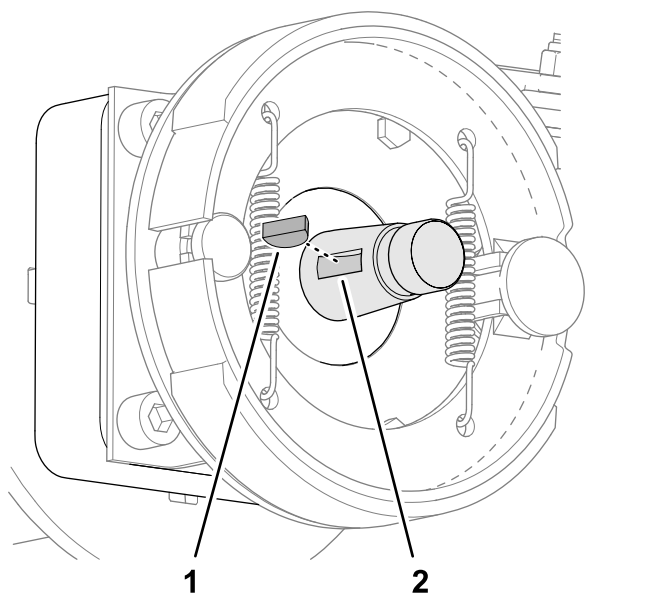

Figura 66
5. Retire la chaveta semicircular del eje del motor de rueda (Figura 66).